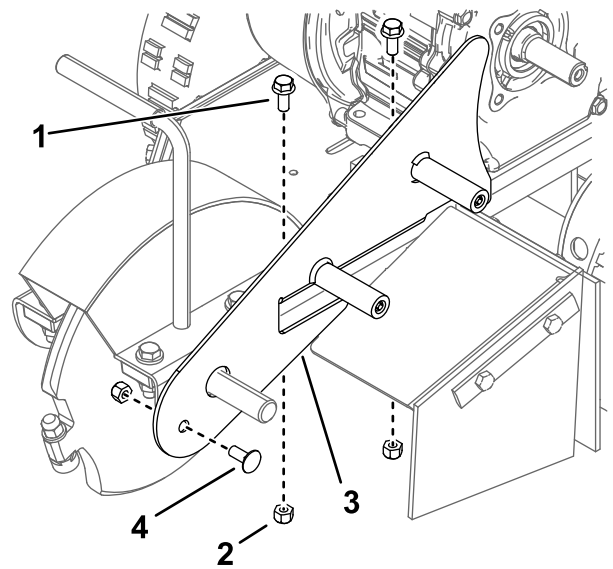

Figura 8
3. Instale la placa de protección usando 2 pernos con arandela prensada ($\frac{5}{16}$ " x $\frac{3}{4}$ "), 1 perno de cuello cuadrado ($\frac{5}{16}$ " x $\frac{3}{4}$ ") y 3 contratuercas ($\frac{5}{16}$ "), como se muestra en la Figura 8.